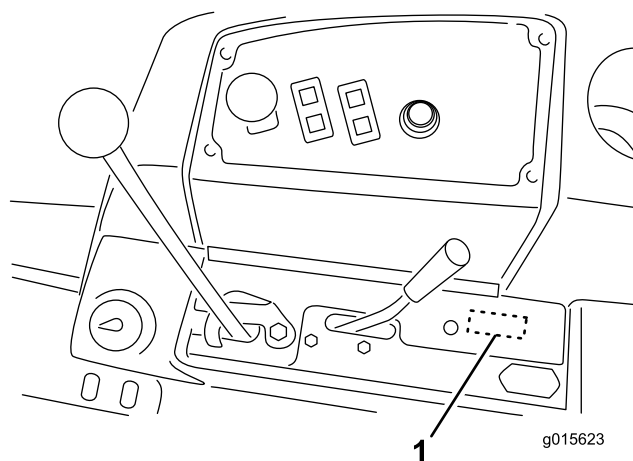
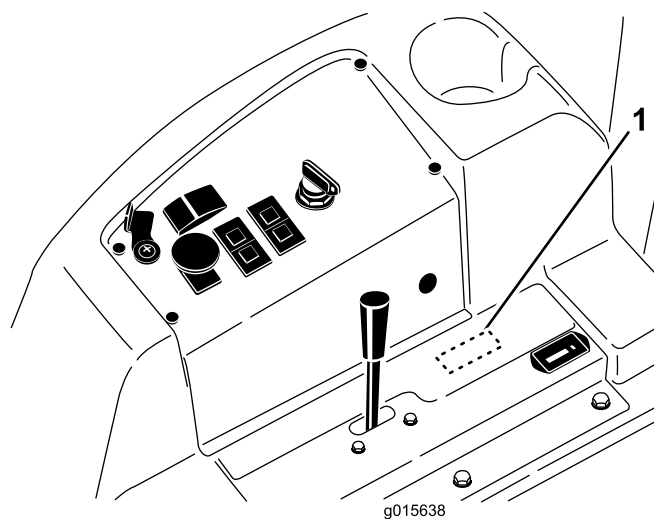

Figura 8
Figura 9
17. Togliete il tappo rimovibile sotto l'adesivo nel pannello di controllo inferiore (Figura 8 e Figura 9).